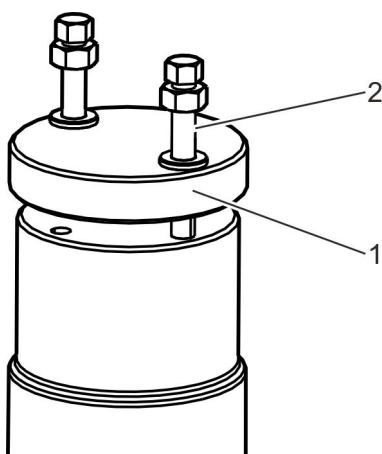

Abb. 32: Befestigungsschrauben entfernen
- 13.** ➤ Befestigungsschrauben (Abb. 32/2) mit Scheiben aus dem Gehäuse der federbelasteten Überdrucksicherung entfernen.
- 14.** ➤ Blockierbohrung (Abb. 32/1) abnehmen.